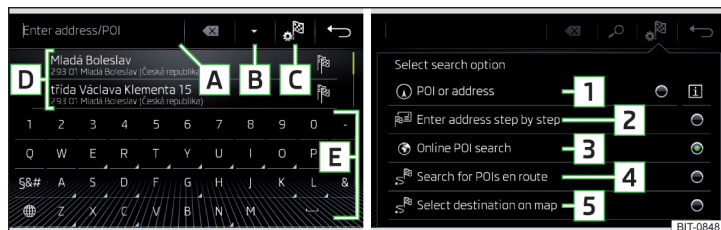
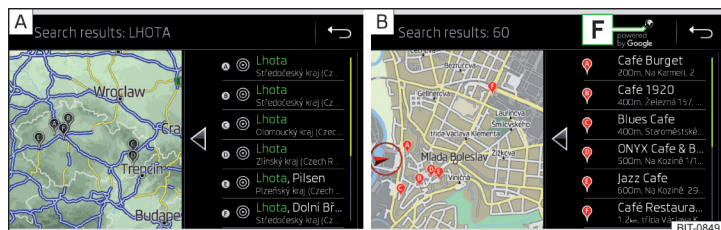
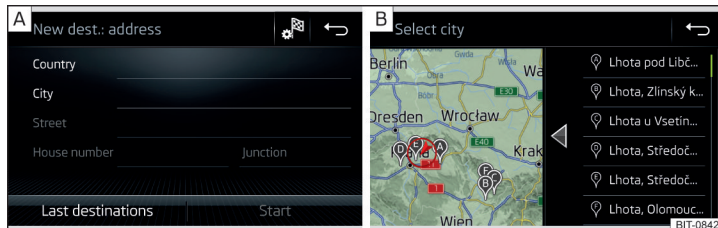

Fig. 161 Căutarea destinației: Meniul principal/selectarea modului de căutare
Fig. 162 Lista destinațiilor căutate: în datele de navigație/online
Fig. 163 Introducerea destinației prin intermediul adresei: Meniul principal/lista localităților căutate
- › Dacă nu se afișează niciun meniu de căutare a destinației, ci unul de introducere a destinației prin adresă sau de introducere a destinației pe hartă, atingeți suprafața de comandă funcții Apăsați scurt → **1** » fig. 161.
Descrierea suprafeței de comandă funcții » fig. 161, resp. » fig. 162
- ▶ Apăsăți scurt pe suprafața de comandă funcții **C** → **1/2/4/5** » fig. 161.
- ▶ Pentru afișarea destinațiilor căutate, atingeți scurt suprafața de comandă funcții **B** » fig. 161.
- ▶ Atingeți scurt suprafața de comandă funcții **C** → **3** » fig. 161.
- ▶ Pentru căutarea destinațiilor pe baza parametrilor introduși apăsați scurt suprafața de comandă funcții **B** » fig. 161.
- ▶ Dacă nu se afișează meniul pentru introducerea destinației prin intermediul adresei » fig. 163 - **A**, atingeți suprafața de comandă funcții Apăsăți scurt → **2** » fig. 161 la pagina 151.
Există posibilitatea ca în timpul introducerii numelui unei localități, să fie afișată automat o hartă cu o listă cuprinzând localități cu același nume » fig. 163 - **B**.
- Apoi atingeți suprafața de comandă funcții Apăsăți scurt  → **[5]** » fig. 161 la pagina 151.